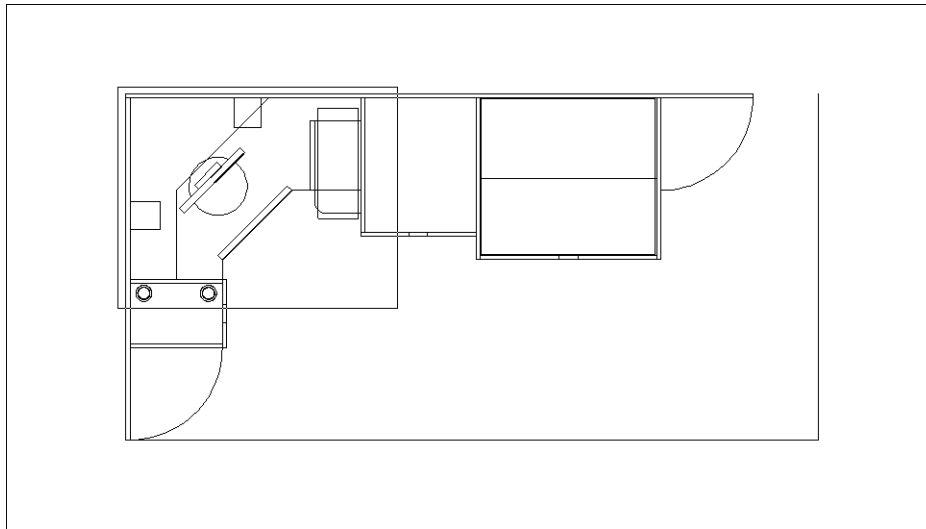

Рис. 5.32. Увеличение изображения фрагмента чертежа малой и большой тумб
1. Восстановите предыдущий масштаб просмотра, а затем охватите рамкой масштабирования область, показанную на рис. 5.32.